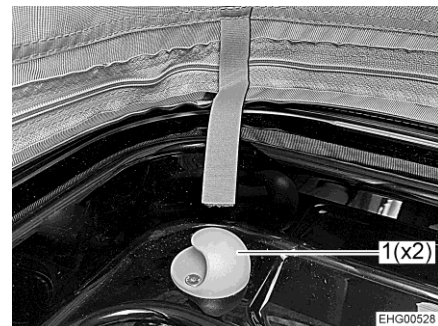

Fig. 74 Fixation
- Accrocher le filet de sécurité aux deux fixations (Fig. 74,1).